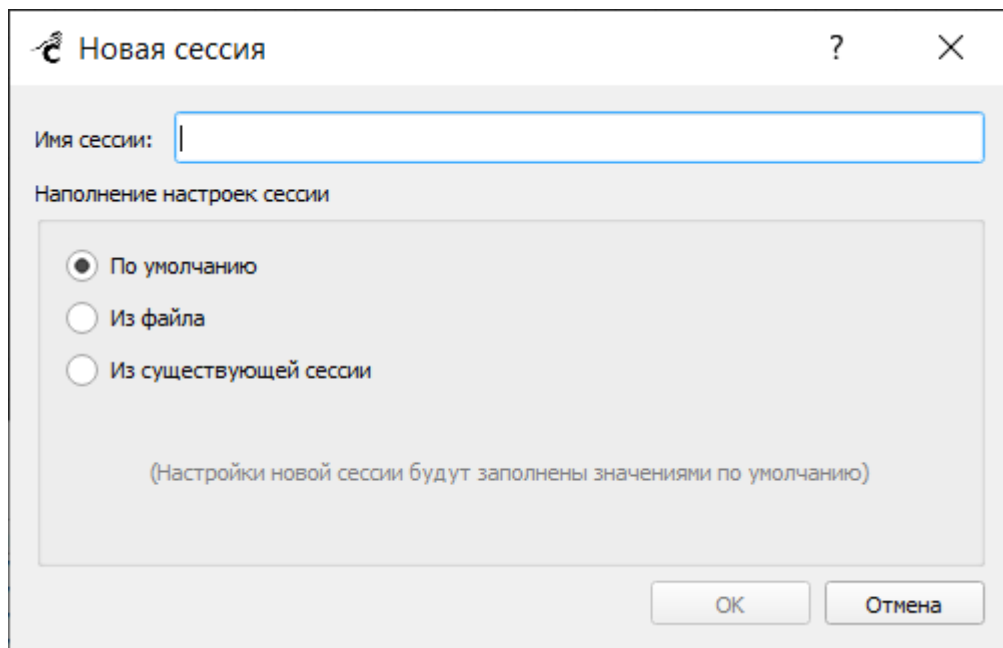

Рисунок 37 – Окно «Новая сессия»
Команда «Новая сессия» открывает окно создания новой сессии (Рисунок 37).
- «Создать новую» – при нажатии на кнопку открывается окно создания новой сессии (Рисунок 37);